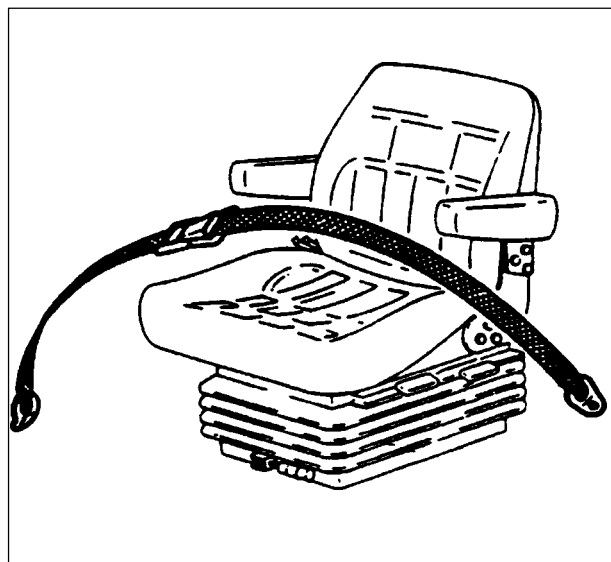

Fig. 2-2
- Spænd altid sikkerhedssele (ekstraudstyr) - justér den således, at den sidder tæt. Dette gælder dog ikke i forbindelse med arbejde uden sikkerhedsbøjle eller med sammenklappet sikkerhedsbøjle (fig. 2-2).